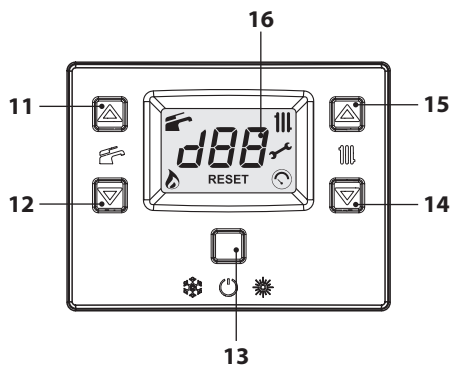
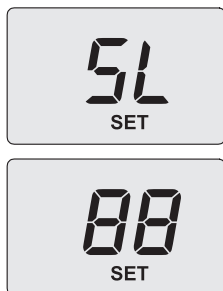

Figura 7.2
Figura 7.12
- Entrare in "modalità programmazione" premendo contemporaneamente per 10 secondi i tasti 13-14-15 (Figura 7.2) fino a far apparire sul display LCD le lettere **Pr** che si alternano al numero del parametro **01**, indicanti l'entrata nel "parametro 01" (Figura 7.3).
- Scorrere i vari parametri utilizzando i tasti 14 o 15 (Figura 7.2) fino a far apparire sul display LCD le lettere **Pr** che si alternano al numero del parametro **09**, indicanti l'entrata nel "parametro 09" (Figura 7.4).
- Utilizzando i tasti 11 o 12 (Figura 7.2) è possibile scorrere i vari valori di regolazione.
- Utilizzare i tasti 14 o 15 (Figura 7.2) fino a portarsi allo stato **LP** (spazzacamino attivo in
- Agire sui tasti 15 o 14 (Figura 7.2) per incrementare o decrementare il valore. Attendere 3 secondi per stabilizzare la pressione del gas quindi leggere il valore sul manometro gas. **Ricordarsi di mantenere l'andamento in salita.**
- Premere il tasto 12 (Figura 7.2) per 5 secondi per memorizzare il valore.
- Premere il tasto 11 (Figura 7.2) per passare alla taratura del minimo gas. Il display visualizza **SL** alternato al parametro potenza minima assoluta e la scritta "**SET**" (Figura 7.12).
- Agire sui tasti 15 o 14 (Figura 7.2) per incrementare o decrementare il valore. Attendere 3 secondi per stabilizzare la pressione del gas quindi leggere il valore sul manometro gas. **Ricordarsi di mantenere l'andamento in discesa.**
- Premere il tasto 11 (Figura 7.2) per verificare il valore massimo impostato ed eventualmente correggerlo seguendo la procedura sopra descritta.
- Premere il tasto 11 (Figura 7.2) per verificare il valore minimo impostato ed eventualmente correggerlo seguendo la procedura sopra descritta.